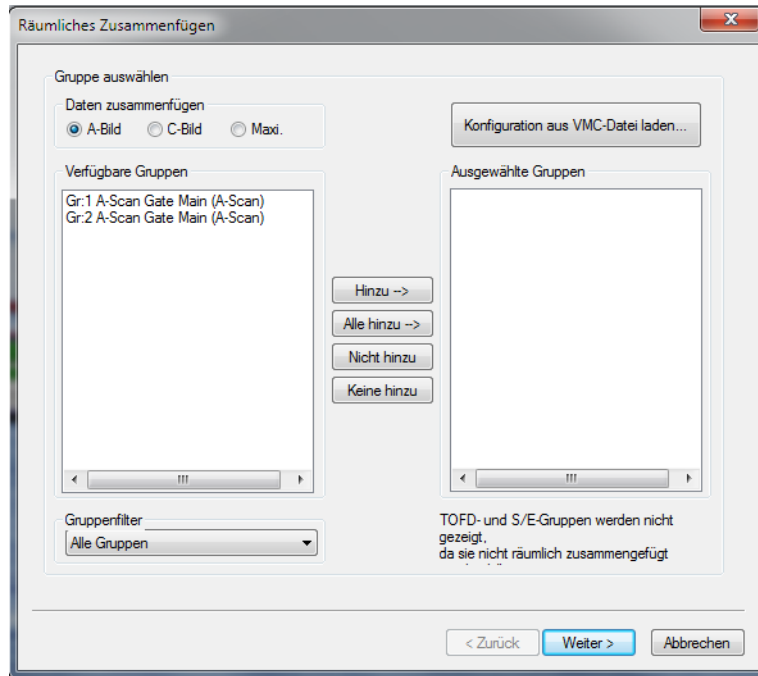

Abbildung 7-4 Gruppenfeld Gruppe auswählen
3. Wählen Sie im Gruppenfeld **Gruppe auswählen** (siehe Abbildung 7-4 auf Seite 355) aus, welche Schallbündel oder Gruppen zusammengefügt werden sollen: